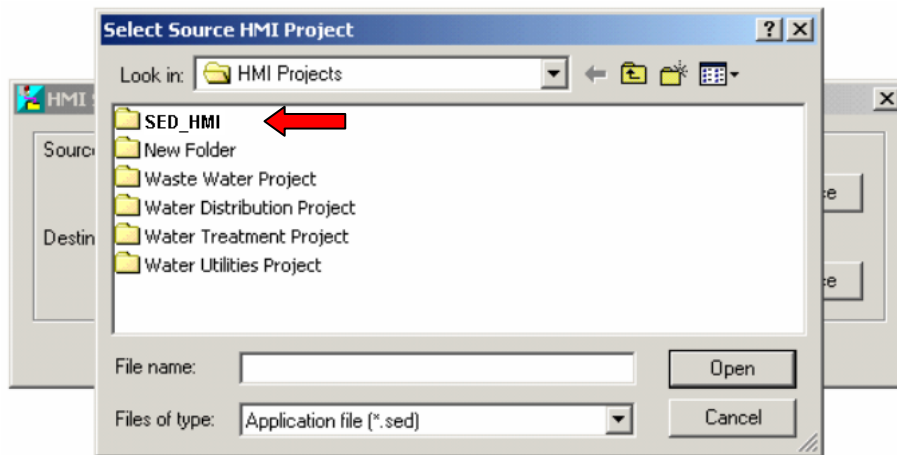

Figura 28. Selección de la ruta de Restauración
- Seleccione la ruta en la que desea restaurar el HMI Server (***Destination Restore Path***) ubicando la carpeta llamada SED_HMI anteriormente creada, seleccionándola y haciendo click en Open, como se muestra en la Figura 28.